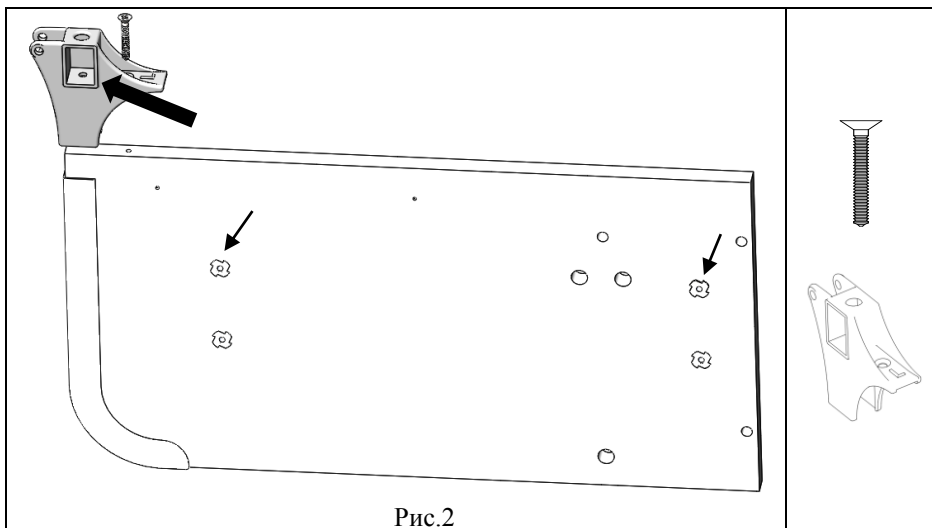

Рис.2
5.1.1.2. К сборке по п. 5.1.1.1 установить СУТ.41.141. Основание шарнира левое (поз.1, пакет № 145) и закрепить при помощи винта самонарезающегося (поз.6, пакет №142), см. рис.2. Технологическое отверстие в основании шарнира закрыт при помощи СУТ.41.143. Заглушки (поз.3, пакет №145), см.рис.2а.
Рис.2а